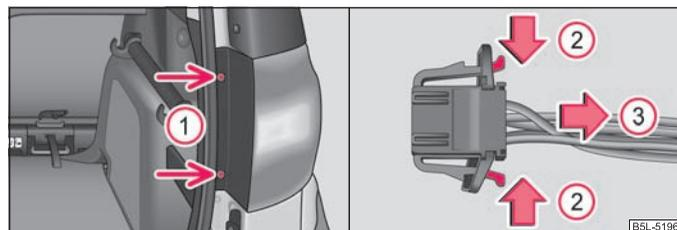

Fig. 199 Smontare i gruppi ottici posteriori / staccare il connettore a spina
- Svitare la lampadina con l'aiuto della chiave Torx presente nel kit degli attrezzi di bordo. Il lato più corto della chiave serve per allentare le viti mentre quello più lungo per il completo svitamento ① ⇒ fig. 199.
- Premendo le linguette di bloccaggio nel senso della freccia ② e tirandole nel senso della freccia ③ staccare il connettore a spina ⇒ fig. 199. ■
- Avvitare la lampada ⇒ pag. 231, fig. 199 - lato sinistro.